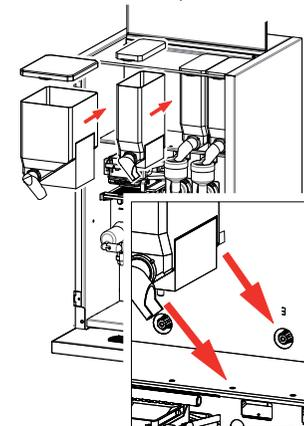

Fig. 17
5. Plaats de canister(s) weer in de juiste volgorde terug. Let op dat de aandrijfbus van de canister over het tandwiel in de achterwand valt en dat het fixeernokje onder de uitloop in het plaatwerk valt (fig. 17).